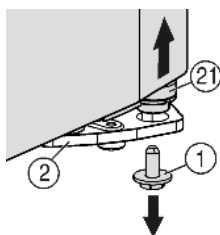
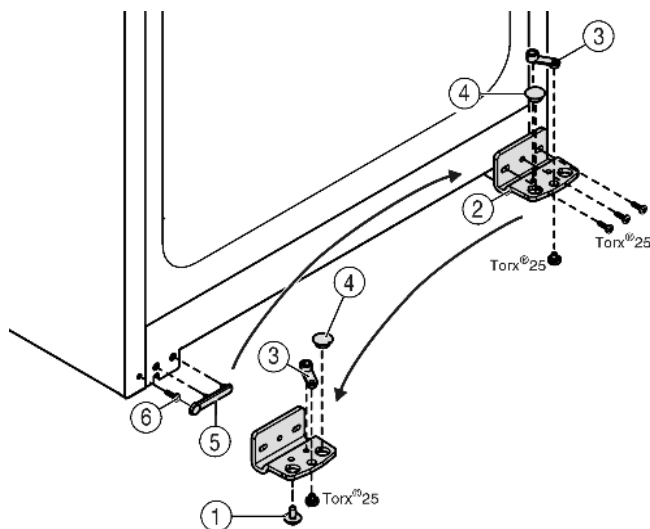

Fig. 4
Fig. 5
- Vpravo dole na stojanu ložiska vyšroubujte pojistný šroub Fig. 4 (1).
- Ložiskový čep Fig. 4 (21) se uvolní ze stojanu ložiska Fig. 5 (2).
- Jestliže se ložiskový čep Fig. 4 (21) neuvolní, vytlačte čep zdola.
- Našroubujte stojan ložiska Fig. 5 (2).
- Našroubujte ložiskový díl Fig. 5 (3) a přemístěte do protilehlého upínacího otvoru stojanu ložiska, opět přišroubujte.
- Vyjměte ze stojanu ložiska zátku Fig. 5 (4) a nasadte do protilehlého upínacího otvoru stojanu ložiska.
- Opatrně zvedněte kryt Fig. 5 (5) na straně madla.
- Vyšroubujte šroub Fig. 5 (6) a na protější straně ho opět nasadte.
- Kryt Fig. 5 (5) opět nasadte.
- Přišroubujte opět stojan ložiska Fig. 5 (2) na novou stranu závěsu (sílu 4 Nm), příp. pomocí akumulátorového šroubováku.
- ▶ Zašroubujte a dotáhněte pojistný šroub Fig. 4 (1) dole do ložiskového čepu (**silou 4 Nm**).